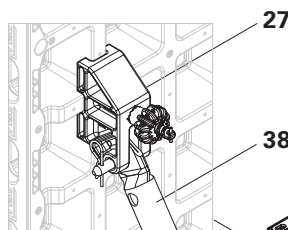

Fig. B3.03a
1. Fixer l'étau de réglage (38) et la contre-flèche (39) à l'aide d'une broche et d'une goupille de sécurité (27.4) sur la fixation d'étau DUO (27). (Fig. B3.03a + B3.03b)